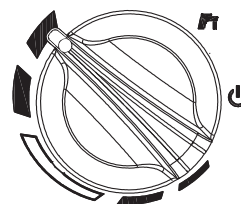

Fig. 4.16
- portare il selettore temperatura acqua riscaldamento al valore massimo (fig. 4.16)
- portare il selettore temperatura acqua riscaldamento al valore massimo (Fig. 4.16)